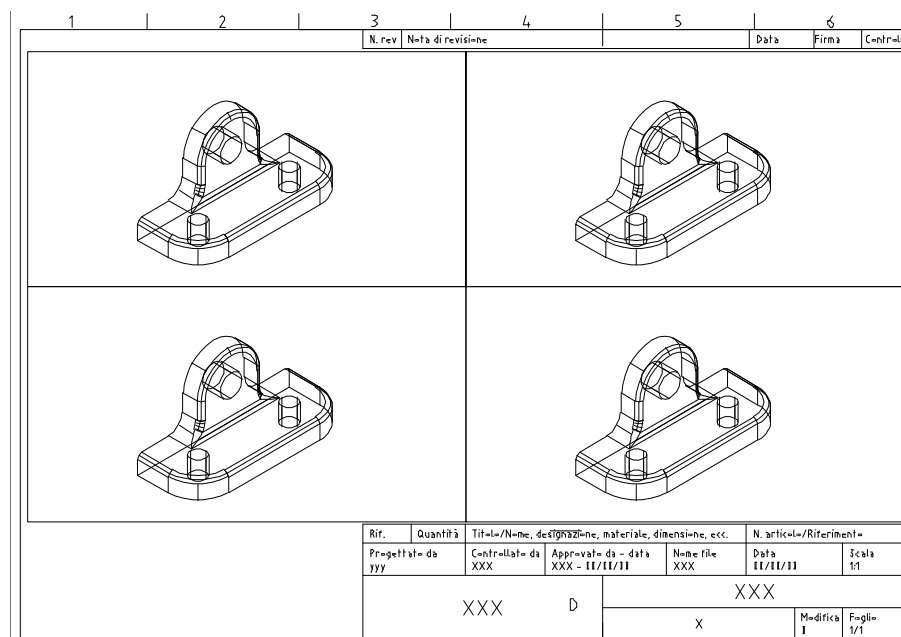

Figura 9.9 - Inserimento di 4 finestre nel layout caricato dal modello. Notare le 4 viste uguali con le cornici visibili e interne alla squadratura.
10. Inserire 4 finestre con il menù *Visualizza | Finestre | 4* come in Figura 9.9;